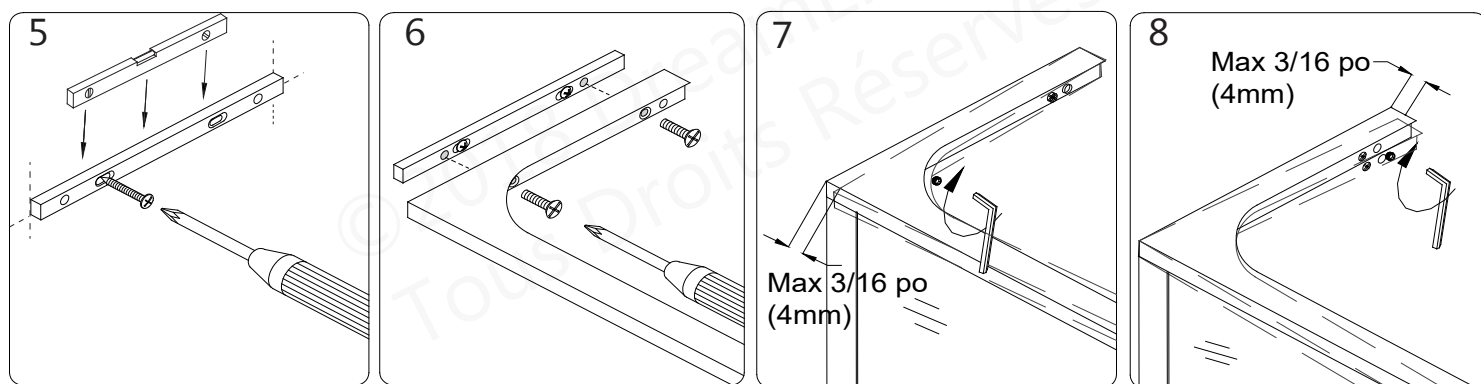

Fig 7
7. Fixez le **Support Mural (N° 15.6)** au mur avec des **Vis à Tête Bombée ST4.2x40 (N° 15.7)**. Rattachez le **L-Bar™ Gauche (N° 15)** au **Support Mural (N° 15.6)** avec la **Vis à Tête Plate M5x14 (N° 15.8)**. Ajustez l'angle, si nécessaire, avec les **Vis de Réglage du Support Mural (N° 15.9)**. **(Fig 7)**